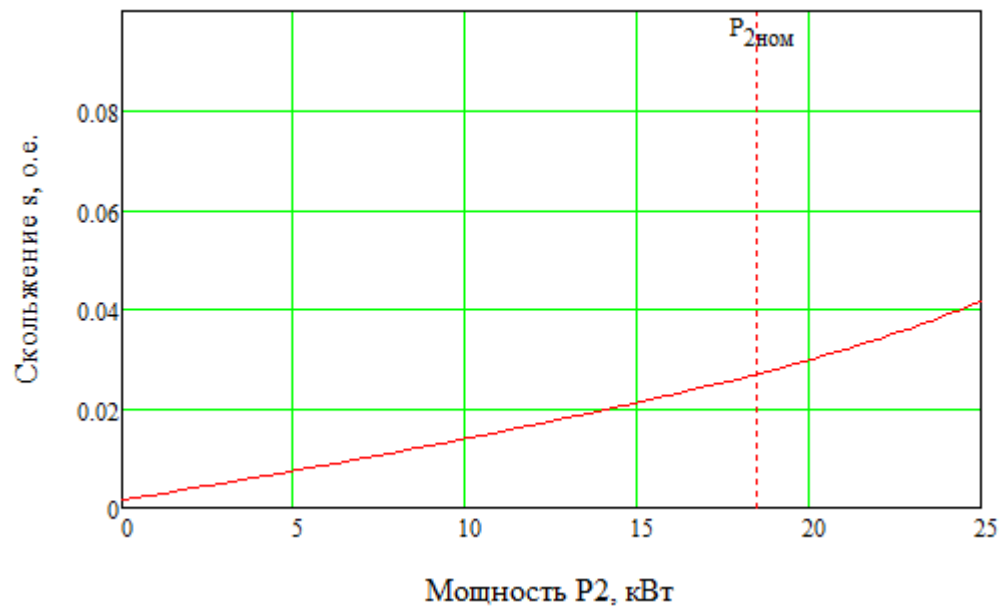

Рисунок 5 – Зависимость $s = f(P_2)$
- номинальное скольжение (рис. 5)